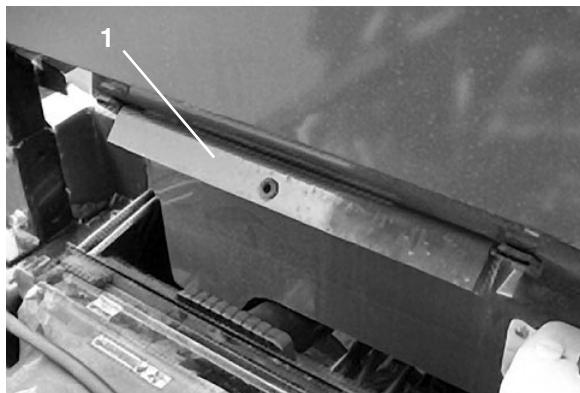

Figure 35
#### Utilisation de la béquille de sécurité du plateau (Fig. 35 & 36)
2. Retirez la béquille de sécurité des supports de rangement au dos du panneau de la protection anti-retournement (Fig. 35).